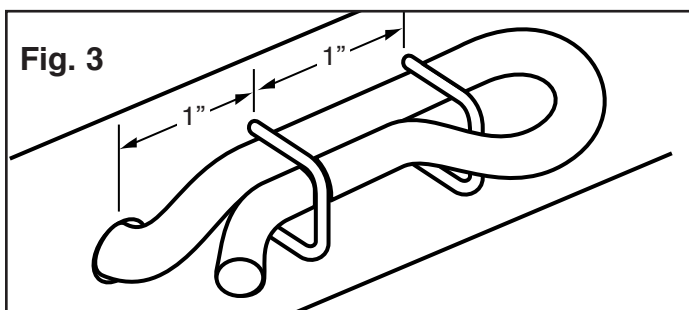

Fig. 3
4. Installer deux crampons pour le câble du filet comme le montre la figure 3. Enfiler les câbles de filet d'escalade dans chaque trou et les attacher dans les crampons comme le montre la figure 3. Bien tendre les câbles et les solidifier en enfonçant les crampons complètement dans la base.